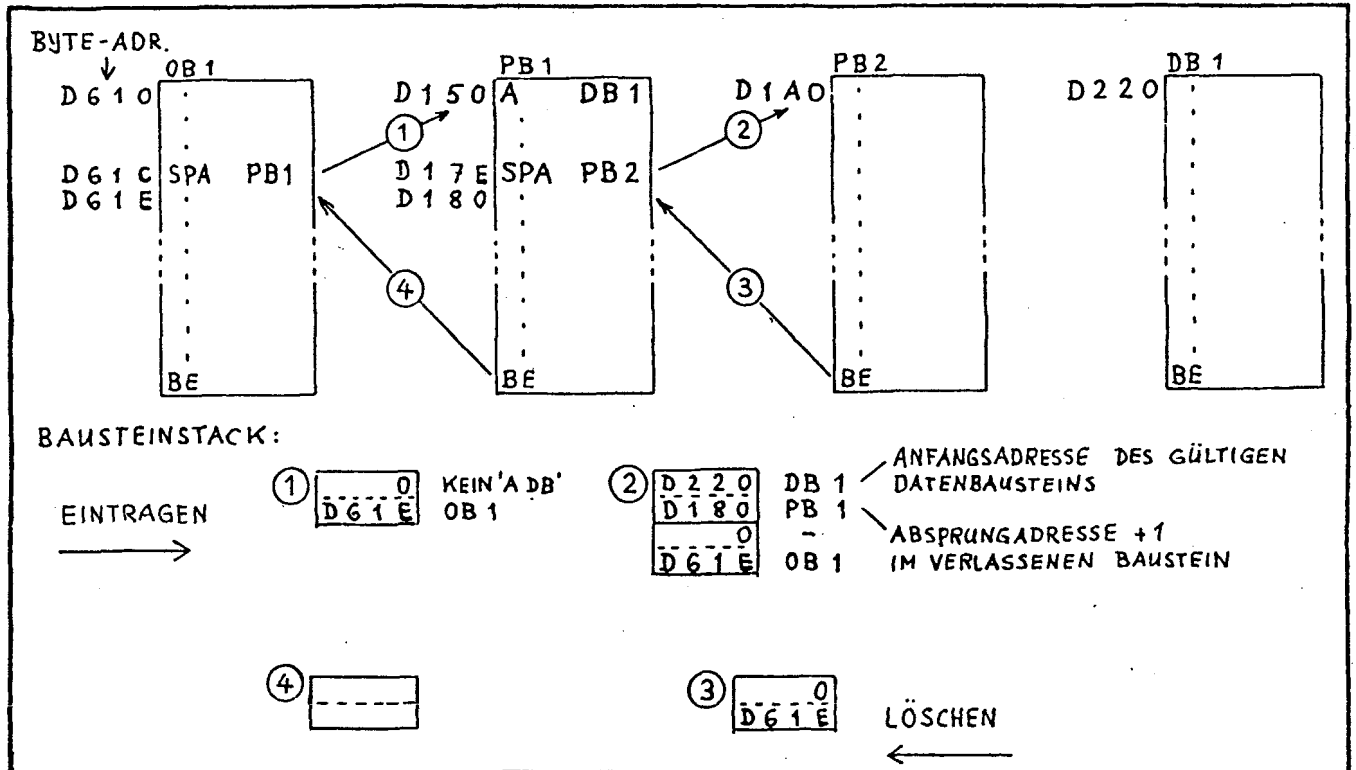

Fig. 17
- Der letzte Eintrag wird in Fig. 17 oben angezeigt.